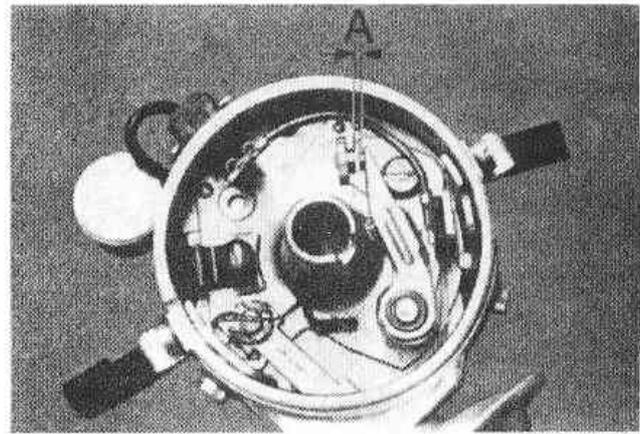

Рис.4.6. Измерение зазора между контактами прерывателя (Разд.2)
5. Если контакты находятся в удовлетворительном состоянии или после их замены, измерьте зазор между ними при помощи щупов, предварительно провернув коленчатый вал таким образом, чтобы тыльная поверхность рычага прерывателя оказалась на высшем подъеме кулачка. Зазор должен соответствовать величине, указанной в спецификации (Рис.4.6).